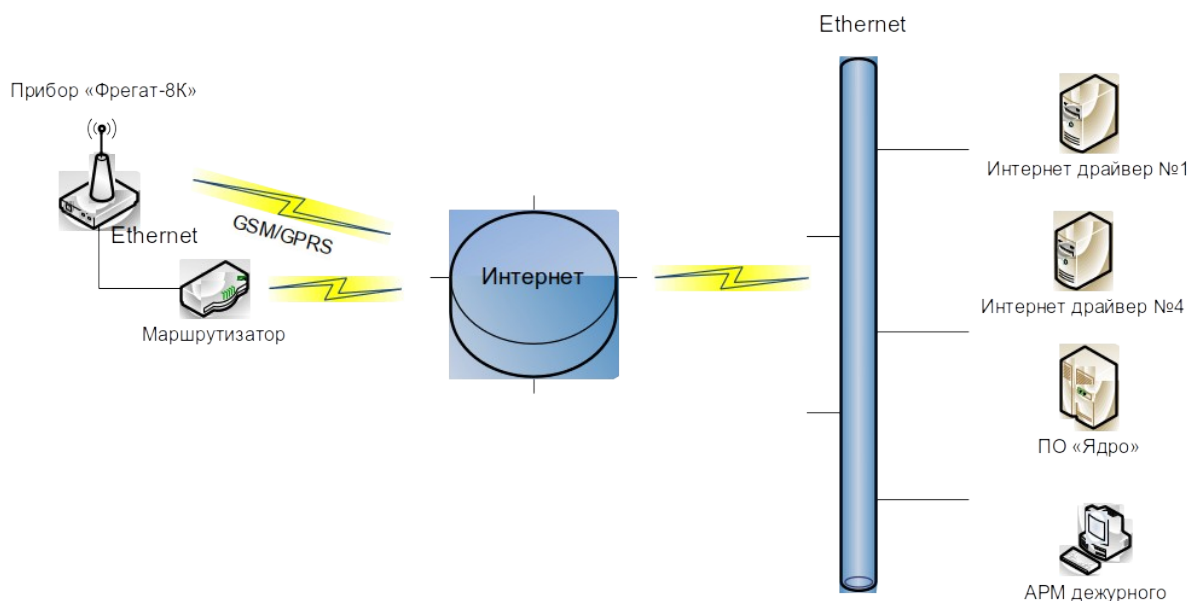

Рис. 1. Схема связи с АРМ ПЦН
- 6.4. Схема работы блока с АРМ ПЦН изображена на рис. 1.